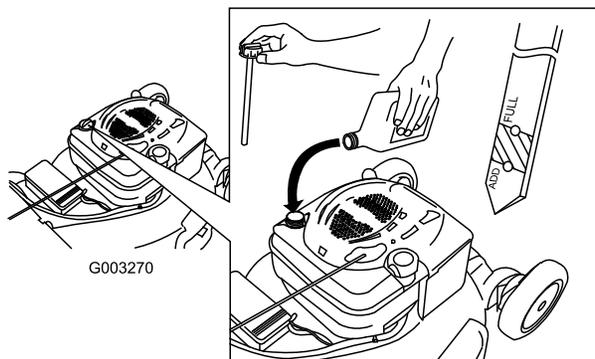

Bild 38
- Füllen Sie das Öl **langsam** in den Einfüllstutzen ein, um den Ölstand auf die Marke Voll am Peilstab anzuheben (Bild 38). **Füllen Sie nicht zu viel ein.** (Max. Füllstand: 0,59 l des Typs: Waschaktives SAE 30-Öl mit der Klassifizierung SF, SG, SH, SJ, SL oder höher durch das American Petroleum Institute (API).)